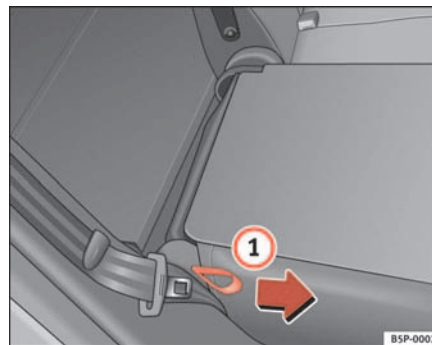

Abb. 98 Umklappen bzw. Aufrechtstellen der Rücksitzlehne
- Ziehen Sie die seitliche Zugschleife am Sitz ⇒ Abb. 98 **1** in Pfeilrichtung und klappen Sie die Lehne hoch bis sie einrastet.